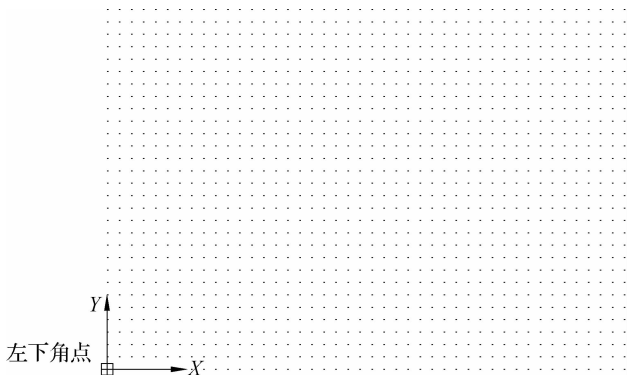

图 2-9 打开栅格时显示图形界限
(2)左下角点:指定栅格界限的左下角点。开(ON)指打开界限检查。当界限检查打开时,将无法输入栅格界限以外的点。因为界限检查只测试输入点,所以对象的某些部分可能会延伸出栅格界限。关(OFF)指关闭界限检查,但是可以保持当前的图形界限的值用于下一次打开界限检查。当设置完图形界限后,屏幕上不会出现任何变化,也看不到该图形界限范围,需要打开栅格才能显示图形界限,如图 2-9 所示。